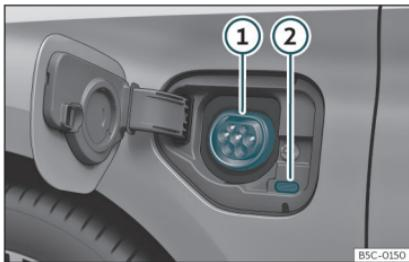

Fig. 202 Detrás de la tapa de carga de la batería en la parte delantera izquierda: Toma de carga
» fig. 202
- Con el vehículo desbloqueado, al presionar la tapa de carga de la batería esta se abre »» fig. 202.